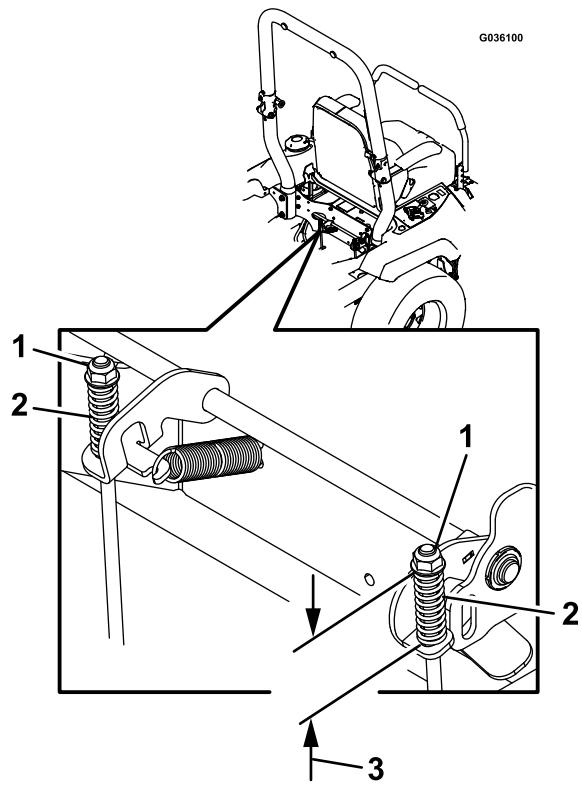

Figura 61
7. Compruebe la longitud de ambos muelles, según se muestra en Figura 61. Si es necesario ajustarlos, gire la tuerca superior en sentido horario para acortar el muelle y en sentido antihorario para alargarlo.